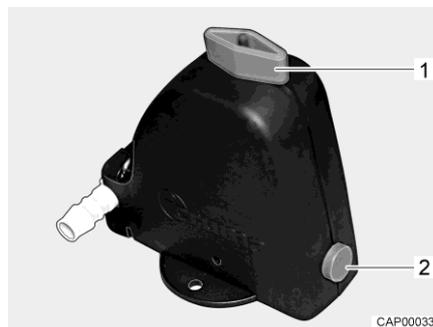
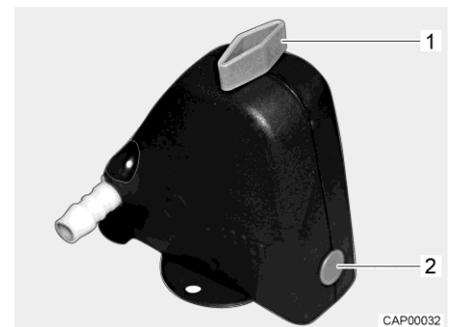

Bild 94 Sicherheits-/Ablassventil geöffnet
Bild 95 Sicherheits-/Ablassventil geschlossen
- Sicherheits-/Ablassventil schließen. Dazu Drehknopf (Bild 94,1) quer zum Sicherheits-/Ablassventil drehen und Druckknopf (Bild 94,2) hineindrücken. Das geschlossene Sicherheits-/Ablassventil ist in Bild 95 dargestellt. Bei Temperaturen unter 6 °C lässt sich das Sicherheits-/Ablassventil nicht schließen.